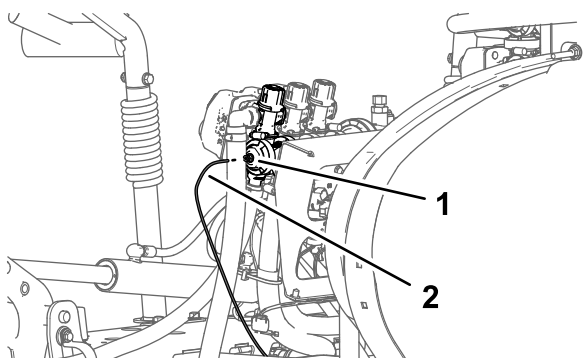

Figura 29
1. Pressione o anel no acoplador do tubo no tampão da extremidade da válvula da secção da rampa direita (Figura 29).
2. Puxe o tubo sensor de pressão do indicador no painel do acoplador do tubo (Figura 29).